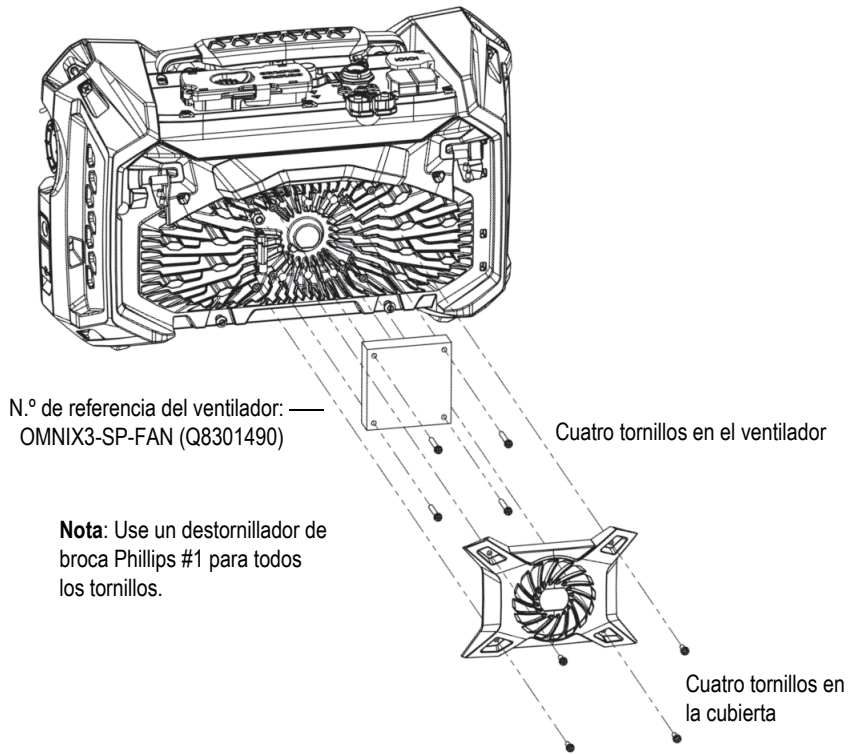

Figura 4-2 Montaje del ventilador y las piezas cubiertas
2. Si es difícil efectuar la limpieza desde el exterior de la rejilla o si el ventilador requiere ser reemplazado, retire la cubierta del ventilador —y, de ser necesario, el ventilador— y limpie cuidadosamente las superficies de las piezas de ser necesario (ver Figura 4-2 en la página 58).